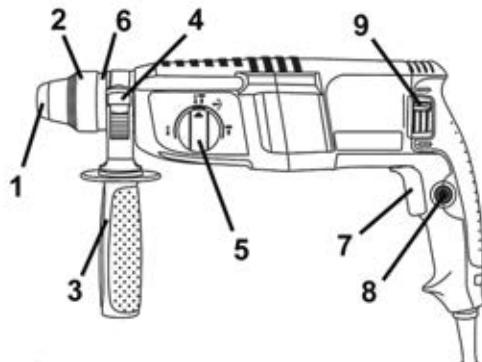

Рис. 1
5.1 Выберите необходимый режим работы изделия с помощью переключателя (5) (см. рисунок 1, таблицу 2). При необходимости изменения угла наклона насадки при выполнении долбежных работ произведите необходимые операции, описанные в пункте 4.7.
5.2 Для включения изделия нажмите на курок выключателя (7) (рисунок 1). Для отключения изделия следует курок отпустить.